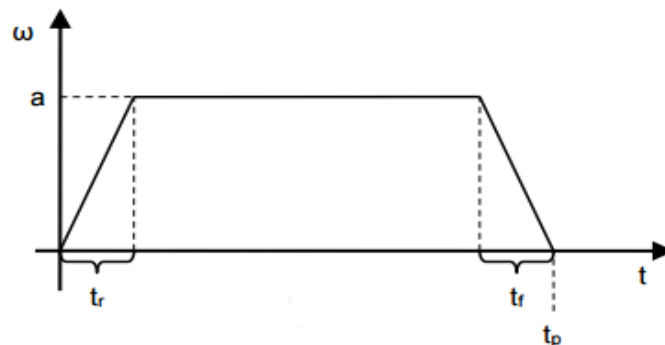

Abbildung 1: Geschwindigkeitsprofil des Motors
| Abbildung 1: Geschwindigkeitsprofil des Motors | 4 |
Der Motor des Lab-Boards stellt ein Förderband dar, das in zwei verschiedenen Modi betrieben werden kann. Im Kettenoperationmodus (chain operation mode) muss das Förderband Pakete von einem links angeordneten Förderband übernehmen und an ein rechts angeordnetes Förderband weiter geben. Im lokalen Operationsmodus (local operation mode) müssen die Richtung und die Geschwindigkeit des Förderbands einstellbar sein. Das Geschwindigkeitsprofil des Motors wird in Abbildung 1 dargestellt, dessen Bezeichnung in Tabelle 1.
3. Wenn der Start-Button gedrückt wird, MUSS das System in den besetzten Zustand (moving state) wechseln und den Motor in gewählter Richtung das Geschwindigkeitsprofil (siehe Abbildung 1) mit gewählter Geschwindigkeit abfahren lassen.
| drive custom profile | Der Motor fährt sein Profil nach Abbildung 1 mit den vom Benutzer gewählten Parameter nach Tabelle 2 ab. |
2. Der Motor verhält sich nach dem Profil in Abbildung 1, die Motoramplitude und Förderrichtung sind fixiert (siehe Tabelle 4).
8. Nach dem Schicken des RELEASE MUSS das System das Geschwindigkeitsprofil (siehe Abbildung 1) nach Angaben in Tabelle 4 mit dem Motor abfahren.
| drive standard profile | Der Motor fährt sein Profil nach Abbildung 1 mit den vom Benutzer gewählten Parameter nach Tabelle 4 ab. |